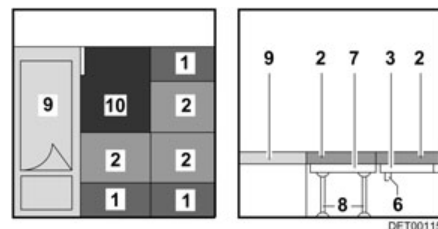

Fig. 93 Después de la transformación
- Tirar de los cojines del asiento (Fig. 93,2) hacia el centro.
- Colocar los cojines del respaldo (Fig. 93,1) entre los cojines del asiento y la pared.
- Colocar el cojín adicional (Fig. 93,10) junto a la cama (Fig. 93,9).